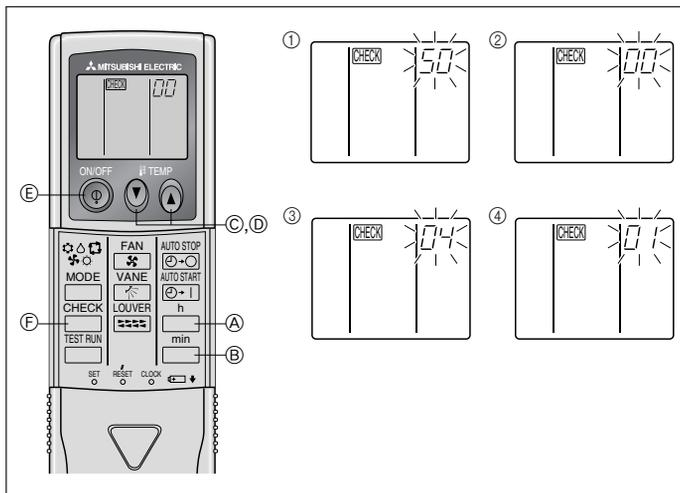

Fig. 6-9
- ⑧ Druk op de toets MODE (E), de modus en de instellingsnummers (I) en (II) zullen continu gaan branden. De instelling kan nu worden bevestigd.
- ⑨ Druk tegelijkertijd op de knoppen FILTER (A) en TEST RUN (B) en houdt die tenminste twee seconden vast. De functieselectieweergave verdwijnt tijdelijk en het bericht koelsysteem OFF verschijnt.
2) Voor de draadloze afstandsbediening (Fig. 6-9)